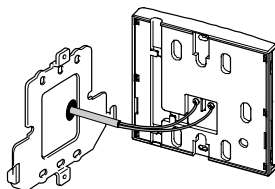

Fig. 3
6. Fissare il Cavo di Collegamento al Comando Remoto come illustrato in Fig. 3. I cavi di altri Comandi Remoti possono anche essere collegati ai terminali del Comando Remoto Cucina Deluxe (Fig. 4), senza doverli collegare direttamente all'Infinity. I Cavi di Collegamento non hanno polarità. Inserire il cavo in eccesso nella cavità della parete per evitare che resti fra la parete ed il Comando Remoto.